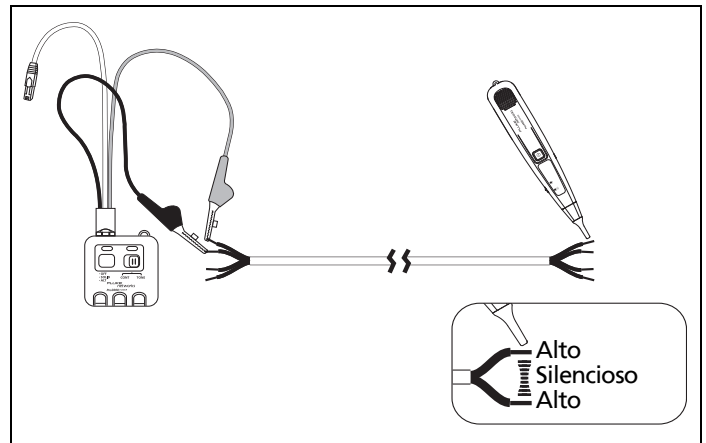

Figura 4. Pares de Rastreamento
- 2 Mova a ponta da sonda lentamente no ângulo correto aos fios (Figura 4). Se o volume do tom for ALTO sobre o primeiro cabo, BAIXO no meio entre dois fios e ALTO sobre o segundo fio, você localizou o par alvo.
Para usar a função SmartTone (Figura 4):